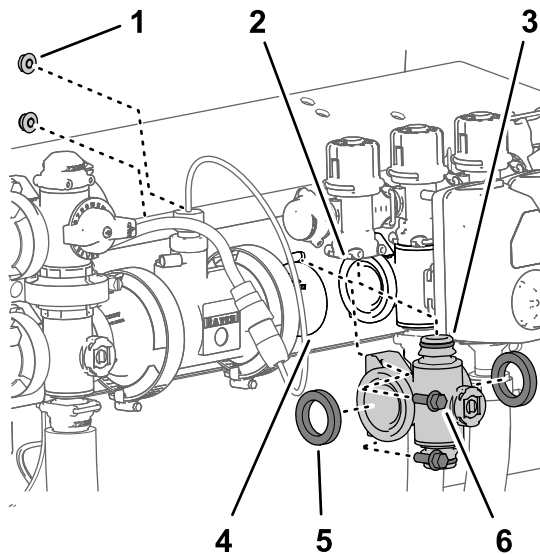

Figura 127
4. Para los distribuidores de la válvula de sección izquierdo y derecho, retire los 2 pernos con arandela prensada ($\frac{1}{4}$ " x $\frac{3}{4}$ ") y las tuercas prensadas y las 2 contratuercas prensadas ($\frac{1}{4}$ ") que sujetan el distribuidor de la válvula de sección al soporte de la válvula (Figura 127).
5. Mueva el distribuidor de la válvula de sección y las juntas hacia abajo hasta que estén libres de la válvula de desvío de sección, y luego retírelos de la máquina (Figura 127).